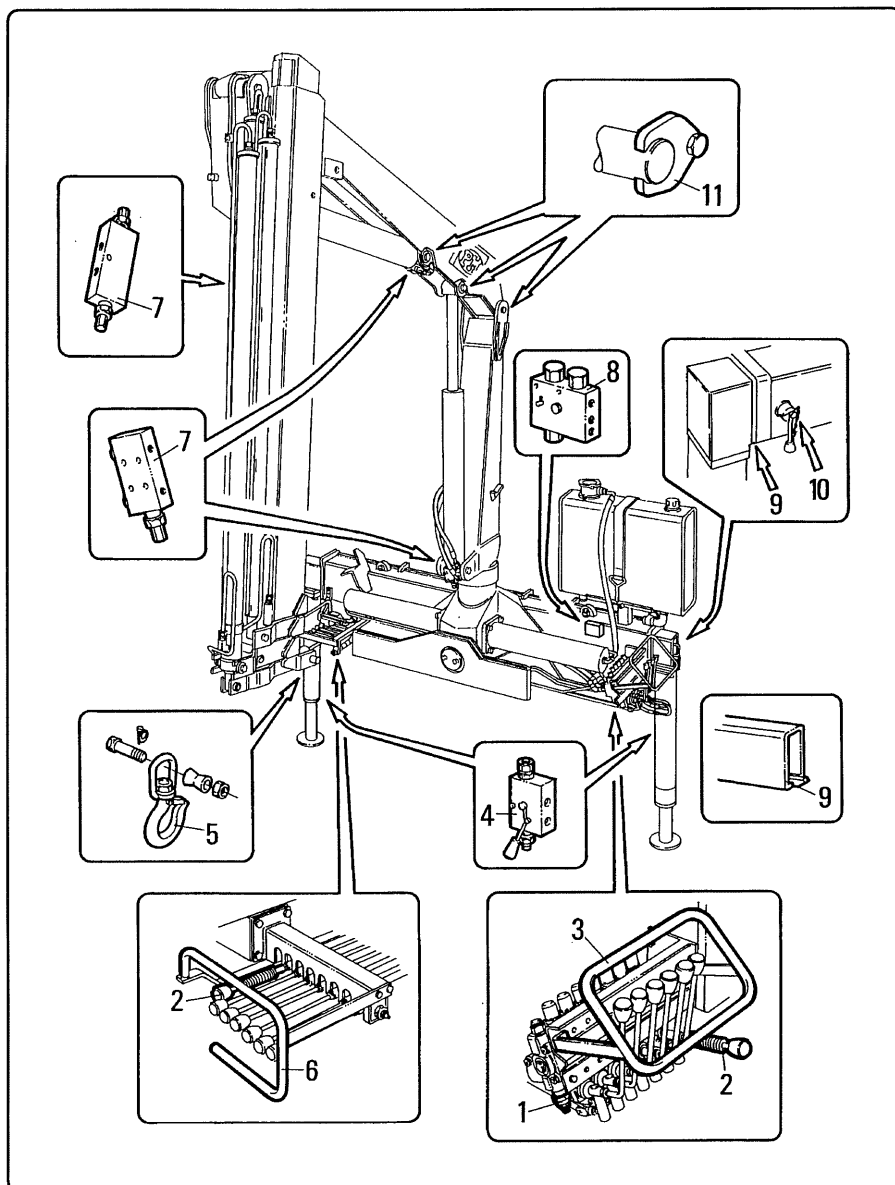

fig. 3.2.1
I registri delle valvole, pos. 1, 7 e 8, fig. 3.2.1 sono piombati contro la manomissione.
Elenco dispositivi di sicurezza esistenti sulla gru (fig. 3.2.1)
The valve adjusters, pos. 1, 7 and 8 in figure 3.2.1, are sealed to protect them from tampering.
List of the safety devices present on the crane (see fig. 3.2.1)